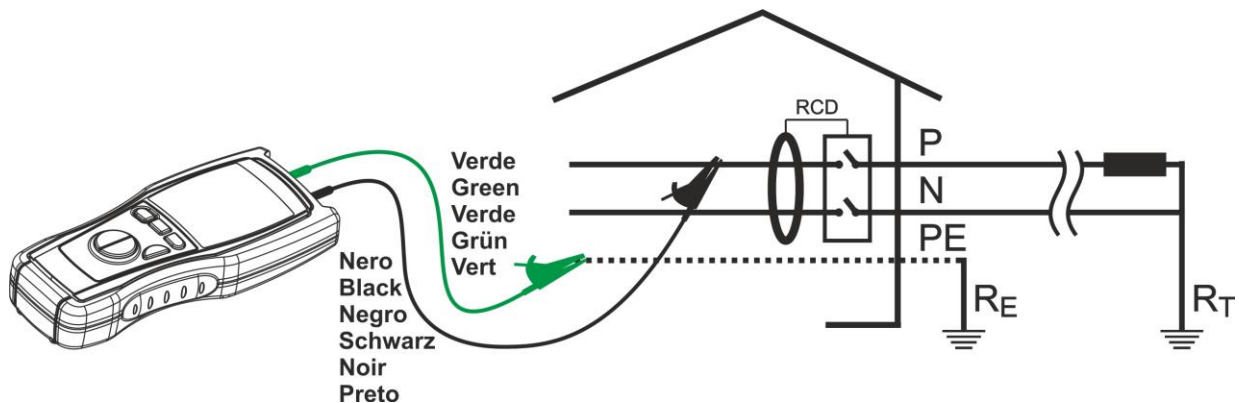

Fig. 11: Connessione dei terminali dello strumento
6. Collegare i terminali dello strumento ai capi dei conduttori dei quali si desidera misurare l'isolamento reciproco (vedere Fig. 11)